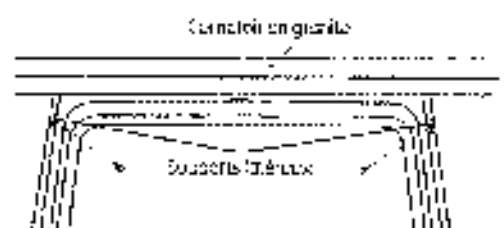

Figure 8
- Fixez le lave-vaisselle au dessous du comptoir à l'aide des deux vis à tête spéciale Phillips. Reportez-vous à la Figure 8. Assurez-vous de visser complètement les vis bien droites afin que les têtes soient affleurantes pour ne pas endommager le panneau.